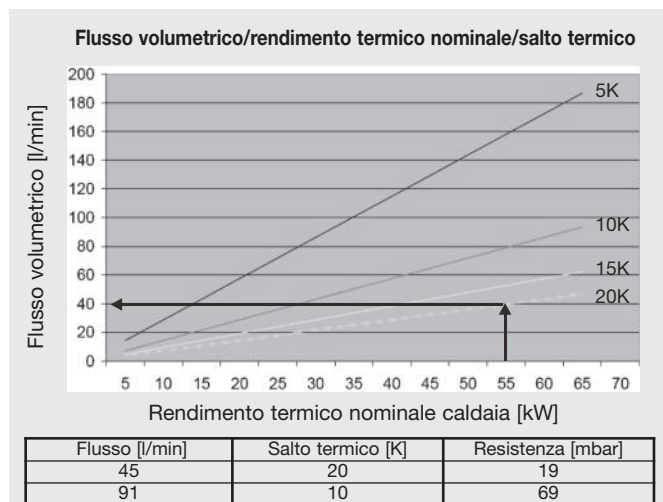

Fig. 9.1
L'impostazione del flusso volumetrico dipende dalla potenza e dal salto termico desiderato tra la mandata e il ritorno. (Fig. 9.1)
- Selezionare il livello pompa più basso possibile che garantisca il flusso volumetrico massimo desiderato alla potenza nominale (per es. 40 l/min) e regolare o stringere il regolatore di flusso (fig. 9.1).